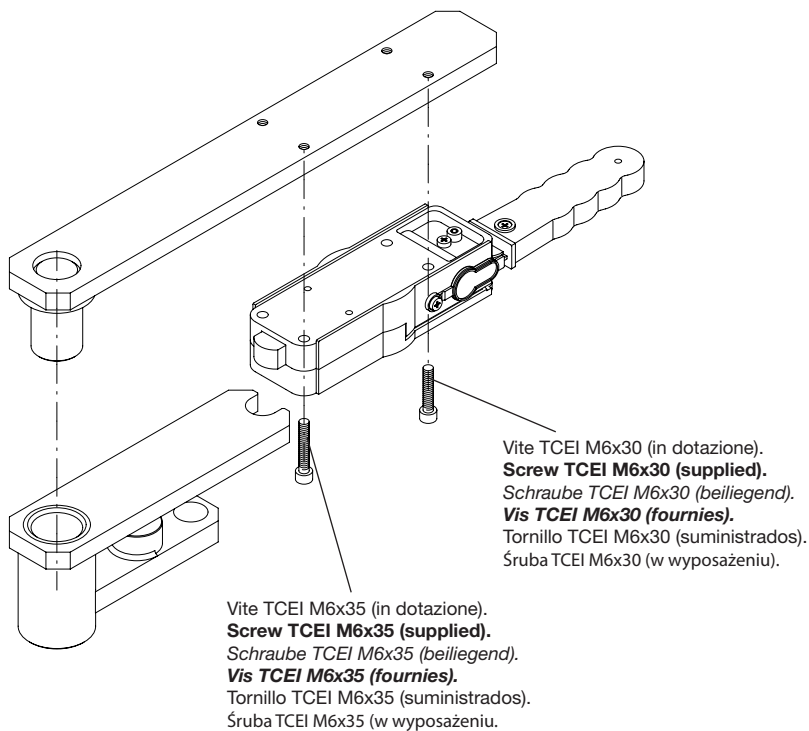

Fig.4
- 3 Premontar el desbloqueo manual a la pletina de soporte de la hoja como en la fig. 4.